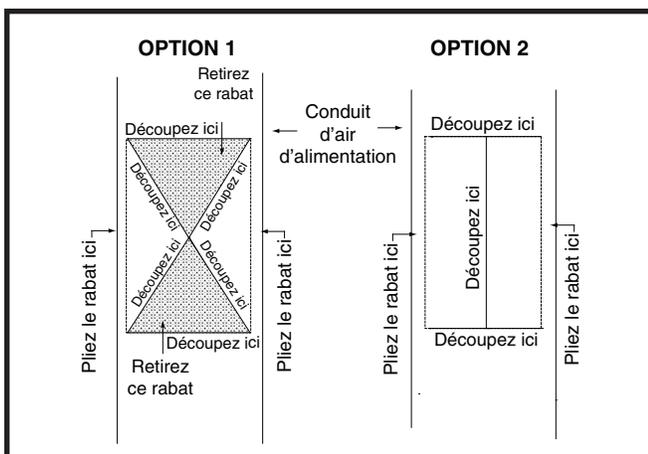

Figure 11. Ouvertures étroites de conduit d'air
- Tracez et découpez le haut du conduit d'alimentation en air tel qu'indiqué dans l'Option 1 ou l'Option 2. Consultez la Figure 11 \(page 8\).